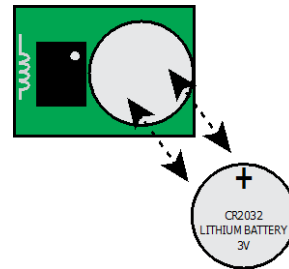

Figura 7. Sostituzione della batteria
**NOTA:** è necessario rispettare la polarità della batteria, come mostrato nella Figura 7. L'uso scorretto delle batterie al litio potrebbe determinare la generazione di calore, esplosioni o incendi con possibilità di lesioni personali.